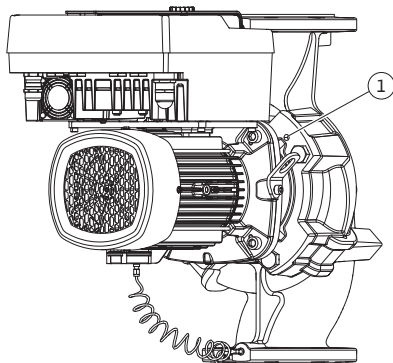
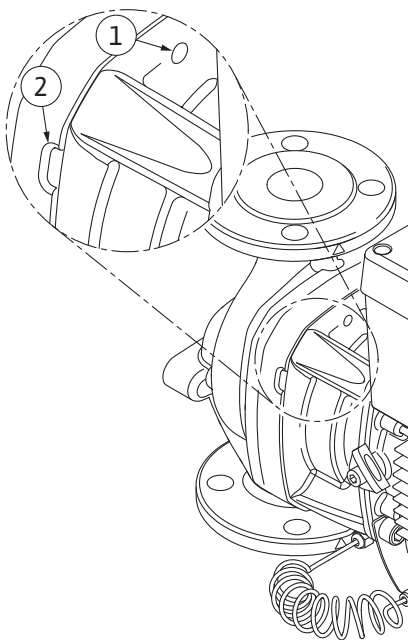

Fig. 103: Odtlačenie nástrčného bloku cez závitové otvory
Fig. 104: Závitové otvory a drážky na od-
12. Pre typ čerpadla (Fig. III, IV) uvoľnite skrutky pol. 29. Použite dva vedľa umiestnené závitové otvory (Fig. 103, pol. 1) a použite vhodné skrutky pripravené na mieste inštalácie (napr. M10 x 25 mm). Odtlačte nástrčný blok z telesa čerpadla. Pre typ čerpadla (Fig. I a Fig. II) použite dva závitové otvory M10 (pozrite si Fig. 104) a použite vhodné skrutky pripravené na mieste inštalácie (napr. M10 x 20 mm). Na odtlačenie môžete použiť aj drážky (Fig. 104, pol. 2). Na to použite napr. dva skrutkovače a použite ich ako páky. Po cca 15 mm posúvaní pri odtlačaní nástrčný blok už nebude vedený cez teleso čerpadla.